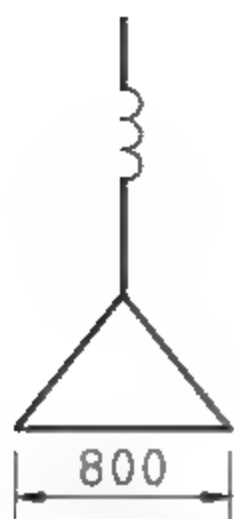

图9-105 绘制图形
**17** 调用L【直线】命令，结合【对象捕捉】功能，绘制图形，如图9-105所示。